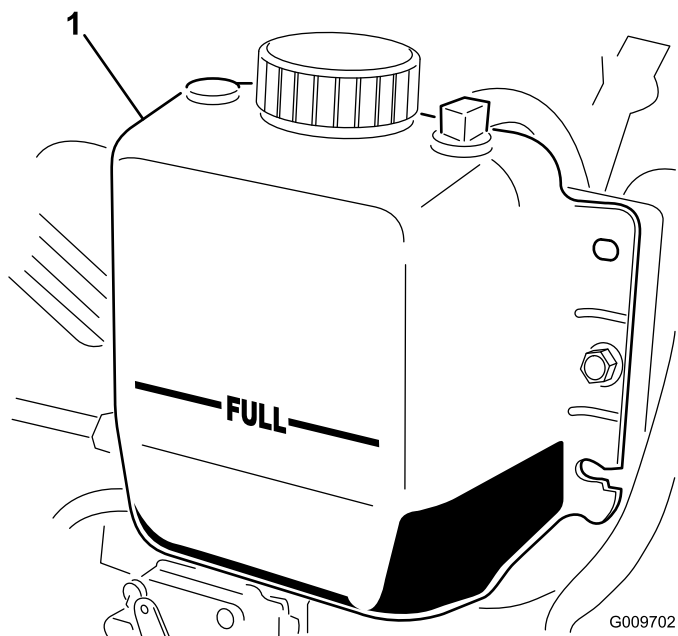

Figura 34
2. Controllate il livello del refrigerante nel radiatore. Il radiatore deve essere riempito fino alla parte superiore del collo del bocchettone, ed il serbatoio di espansione fino al segno di pieno FULL (Figura 34).